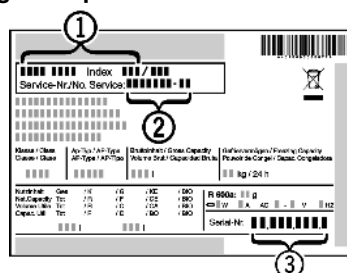

Fig. 49
- Consulter la désignation de l'appareil Fig. 49 (1), le N° de service Fig. 49 (2) et le N° de série Fig. 49 (3) sur la plaque signalétique. La plaque signalétique se trouve à l'intérieur de l'appareil, sur le côté gauche.